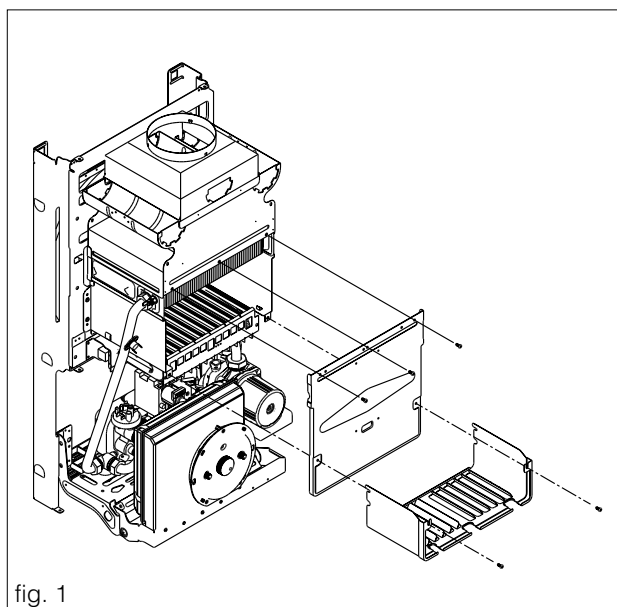

fig. 1
- Rimuovere la parete anteriore della camera di combustione e la griglia svitando le viti di fissaggio (fig. 1)
- Rimuovere la parete anteriore della camera di combustione svitando le viti di fissaggio (fig. 1)